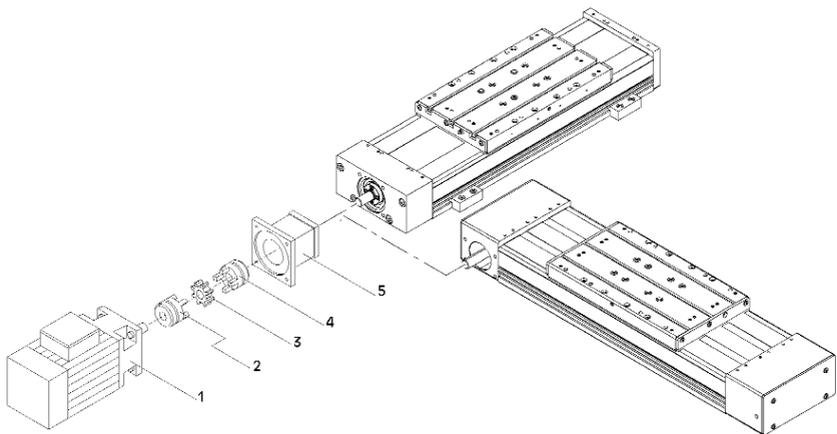

Bild 9
- Bild 9:** Den Motor (1) in Anbauposition neben die Lineareinheit legen.
- Kupplungshälfte (4) auf Antriebswelle der Lineareinheit montieren.
- Motorglocke (5) mit vier Schrauben am Festlagergehäuse (6) befestigen.
- Zahnkranz (3) auf Kupplungshälfte an der Lineareinheit schieben.
- Die zweite Kupplungshälfte (2) auf den Antriebszapfen des Motors montieren.
- Motor mit Kupplungshälfte mittels vier Schrauben an der Motorglocke (5) befestigen. Dabei ist zu beachten, dass keine axialen Druckkräfte auf die Motorwelle wirken. Gegebenenfalls ist der Abstand der beiden Kupplungshälften zu korrigieren.